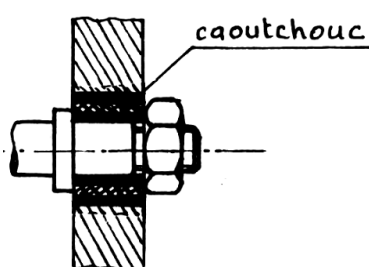

Figure 9
- E. Liaison élastique** La liaison est dite élastique lorsque la force qui provoque le mouvement est supprimée, la pièce reprend sa position initiale ou une position intermédiaire. La pièce de liaison subit une déformation élastique d'un caoutchouc, d'un ressort ou un autre élément élastique semblable (Figure 9).